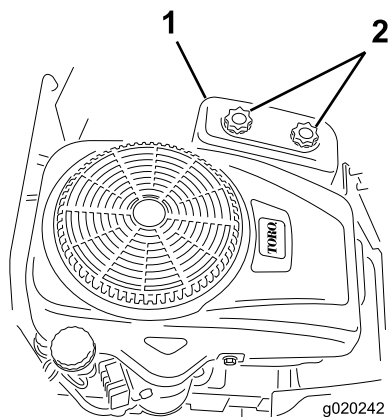

Figura 26
4. Remova cobertura do filtro de ar desparafusando os 2 botões (Figura 26).
- Coloque a cobertura do filtro de ar e aperte os dois botões (Figura 26).